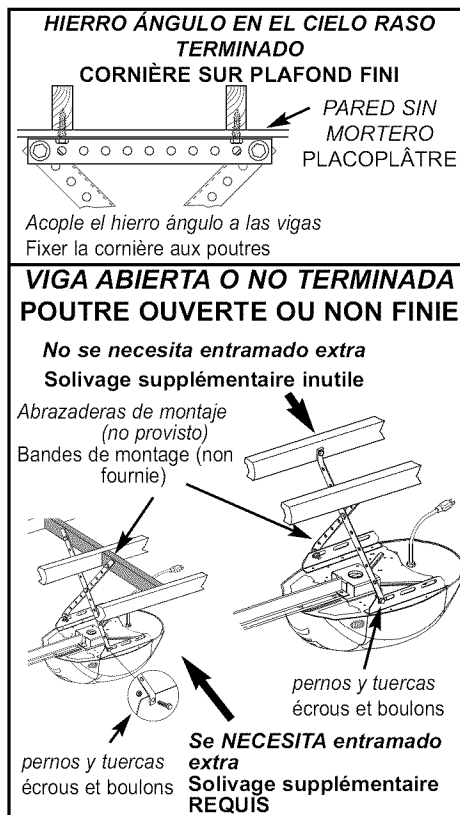

FIG. 2-6 Montaje de la caja de control. Montage de la tête motorisée.
- En cielo rasos terminados, localice las viguetas o vigas de celosía usando un buscador de montantes o dispositivo similar. Acople el ángulo de hierro (no provisto) a las viguetas o vigas de celosía a través del material usando los pijas (provistos) (Fig. 2-6).
- En cielo rasos no terminados o abiertos, las abrazaderas se deben acoplar directamente a las viguetas o vigas de celosía. Dependiendo de la construcción del garaje, es posible que se requiera material adicional de montura (no provisto), el cual debe ser instalado de acuerdo a las técnicas de construcción apropiadas (Fig. 2-6).
- Acople las abrazaderas de montaje al cielo raso usando los pijas (Fig. 2-6).
- Ponga la caja de control a lo siguiente: (Fig. 2-6).
- Sur les plafonds finis, localiser les solives et les fermes à l'aide d'un localisateur de montants ou dispositif de ce genre. Attacher la cornière (non fournie) aux solives ou fermes par les matériaux de finition à l'aide des vis tire-fond (fournies) (Fig. 2-6).
- Sur les plafonds non finis ou ouverts, les bandes peuvent être attachées directement sur les solives ou les fermes. Selon la construction du garage, un matériau d'armature supplémentaire éventuellement requis (non fourni) doit être installé conformément aux techniques de construction appropriées (Fig. 2-6).
- Fixer les bandes de montage au plafond à l'aide des boulons tire-fond (Fig. 2-6).
- Définir la hauteur de la tête motorisée comme suit: (Fig. 2-6).